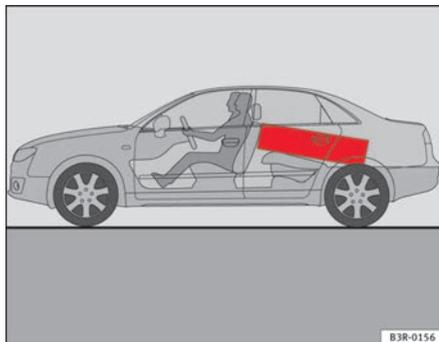

Fig. 114 Placez les objets lourds le plus à l'avant possible.
- Placez les objets lourds le plus à l'avant possible dans l'habitacle ⇒ fig. 114.